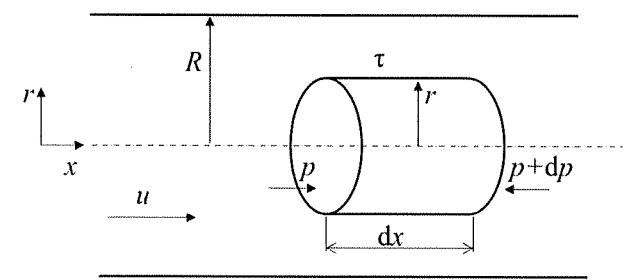

図 I-1 円管内の流れ
- (1) 図 I-1 に示すように、半径  $R$  [m] の円管内を粘度  $\mu$  [Pa·s] のニュートン流体が流れている。流れは層流である。流れの中心にある半径  $r$  [m], 長さ  $dx$  [m] の小さな流体円柱について考える。次の問①～③に答えよ。
- ① 流体円柱の表面に働くせん断応力  $\tau$  [Pa] と円柱の両側の端面に働く圧力  $p$  [Pa] と  $p + dp$  [Pa] による力のつり合いを式で表せ。
- ② 流体円柱の表面に働くせん断応力  $\tau$  [Pa] を表すニュートンの粘性法則の式を書け。
- ③  $x$  方向の圧力勾配  $dp/dx$  が一定として、半径  $r$  方向での流速  $u$  [m/s] の分布を表す式を導け。導出過程も示せ。